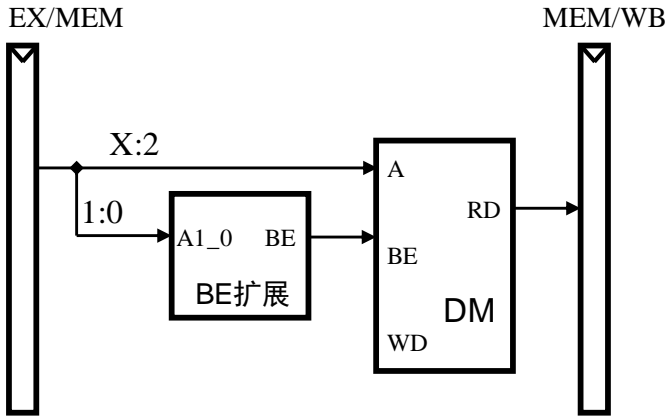

图 3 BE 扩展
e) 图 3 给出了增加 BE 扩展的数据通路局部参考设计。显然，BE 扩展功能部件还需要有来自控制器的控制信号。注意：由于 DM 容量有限，因此 ALU 计算出来的 32 位地址没有必要也不可能都用上。